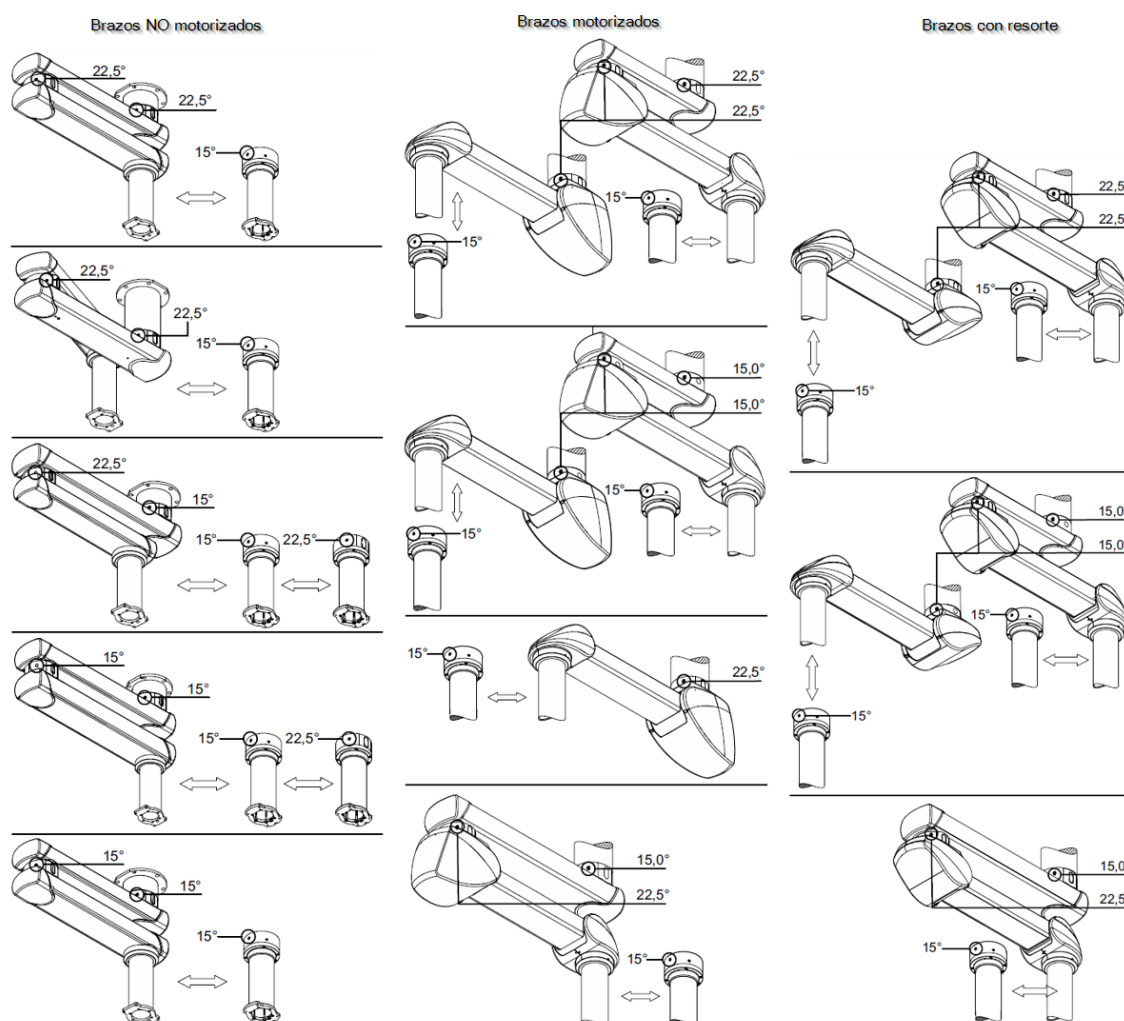

Fig.8 Reglarea opritoarelor rotative
- Pentru versiunile cu braț dublu și cu rulment de fricțiune între cele două, se recomandă montarea a 2 opritoare cu bilă (3) (vezi Fig.8). Reprezentarea detaliată ilustrează rulmentul intermediar (11) (fără inel exterior) și poziția șurubului de oprire (1) în opritoarele cu bilă (3).